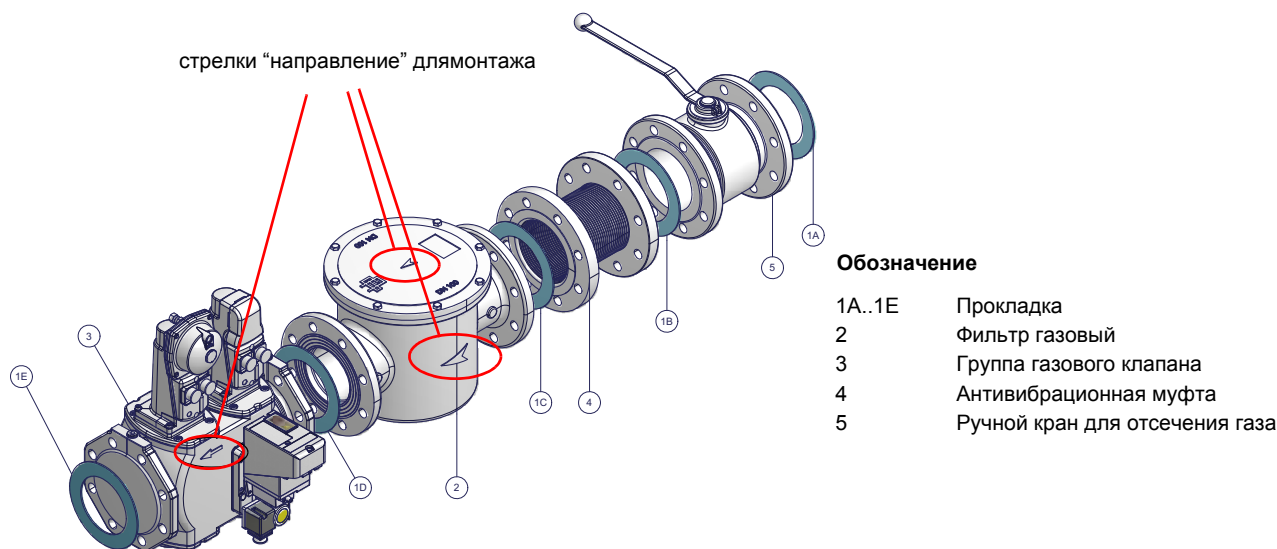

Рис. 2 - Пример газовой ramпы
- 1 - б) при фланцевых соединениях: между соседними компонентами устанавливать прокладку (1A..1E - Рис. 2), совместимую с используемым газом,
ВНИМАНИЕ: после монтажа газовой ramпы согласно схеме на Рис. 2, необходимо провести тестирование на герметичность газового контура, согласно требований действующих нормативов.
ВНИМАНИЕ: после монтажа газовой рапы согласно схеме на Рис. 2, необходимо провести тестирование на герметичность газового контура, согласно требований действующих нормативов.
- 1 - б) при фланцевых соединениях: между соседними компонентами устанавливать прокладку (1А..1Е - Рис. 2), совместимую с используемым газом,
ВНИМАНИЕ: после монтажа газовой рампы согласно схеме на Рис. 2, необходимо провести тестирование на герметичность газового контура, согласно требований действующих нормативов.